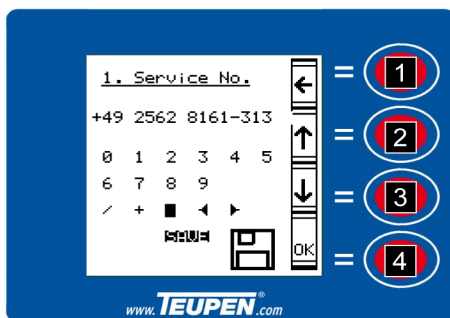

Fig. 72: Enregistrer le numéro de l'entretien
4. → Mettre avec les [touches de fonction] (Voir la Fig. 72/2 et 3) le curseur sur "Enregistrer".
5. → Enregistrer les réglages avec la [touche de fonction] (Voir la Fig. 72/4).
6. → Retourner au menu [Paramètres] avec la [touche de fonction] (Voir la Fig. 72/1).